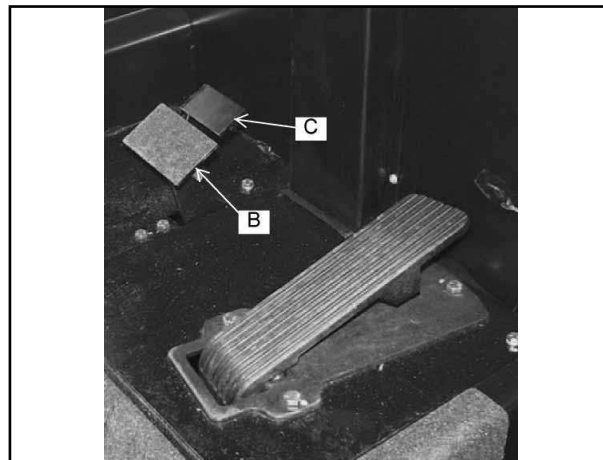

FIGURA 31
El freno de estacionamiento está situado en el suelo de la máquina, a la izquierda del acelerador de pedal, como se muestra en la figura 31. Para activar el freno de estacionamiento, presione el pedal del freno (B) y presione el seguro (C). Para soltar el freno de estacionamiento, presione hacia abajo la porción superior del pedal y suelte.